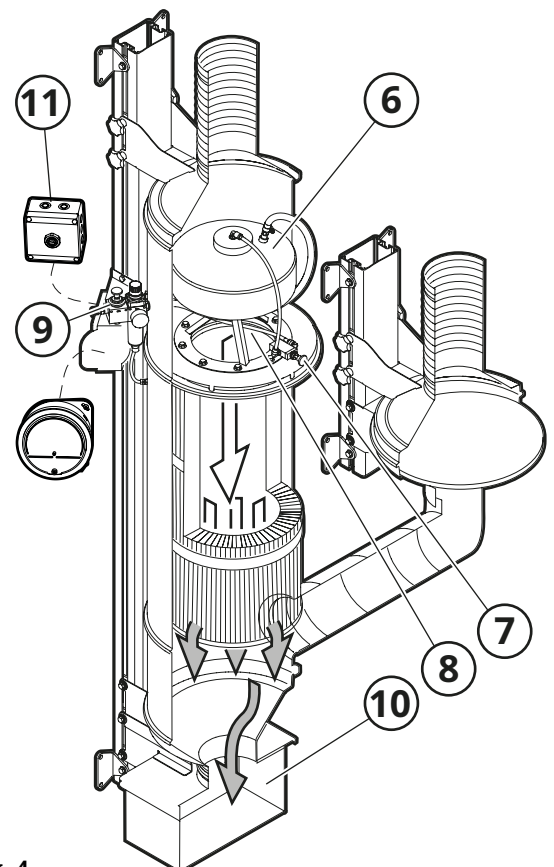

Fig. 4
Rensning utförs (6, **Fig. 4**) genom att manuelltrycka knappen för tryckluftrensning (7) så att en impuls av tryckluft blåser filtret rent från föroreningar. Impulsen av tryckluft kommer från blåsmunstycket (8). Impulsens styrka justeras på tryckluftregulatorn (9).
Ett ljudlarm (11, **Fig. 4**) signalerar när luftflödet understiger 600 m3/h, vilket indikerar att maskinens uppsugningsförmåga är otillräcklig.